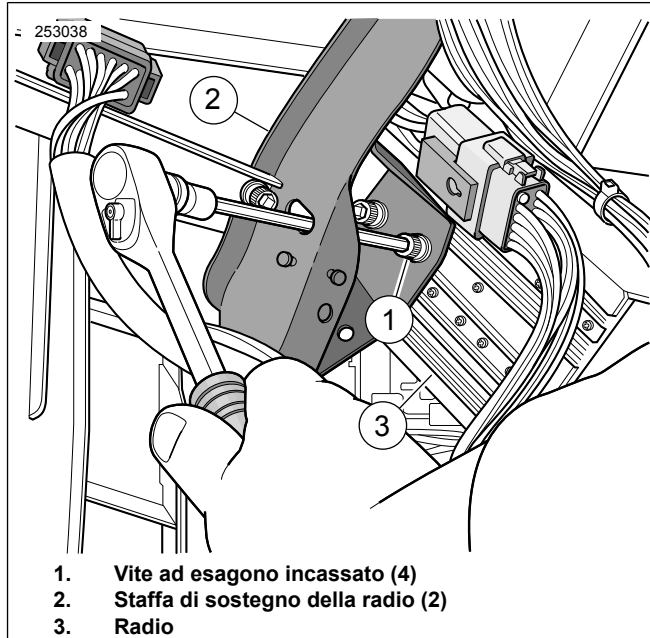

Figura 2. Installazione radio AM/FM; illustrato il lato destro (lato freno)
3. Vedere Figura 2. Rimuovere le quattro viti ad esagono incassato (1) per staccare la radio dalle staffe di sostegno, destra e sinistra, (2) della radio. Servirsi dei fori oblunghi delle staffe per accedere alle viti e sostenere la radio mentre vengono rimosse le viti.